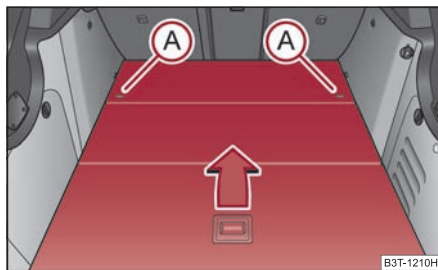

Fig. 96 Maletero: desmontar el piso de carga variable
- Desbloquee el piso de carga girando las argollas de seguridad (A) a izquierda, aprox. 90° ⇒ fig. 96.